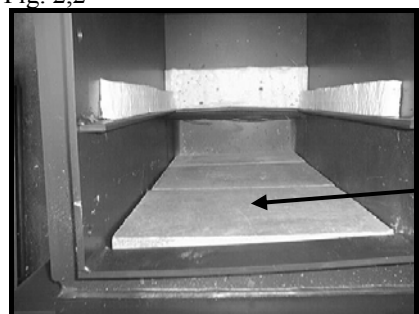

Fig. 2,3
5. Bodensteine auf die am Boden der Brennkammer liegende Isoliermatte legen, siehe Fig. 2,3.